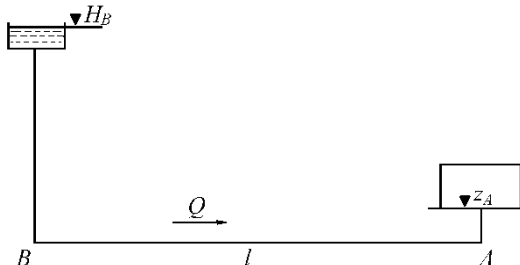

Рис. 2
3. Определить диаметр трубопровода для подачи 15 л/с воды от водонапорной башни B до предприятия A (рис. 2) при длине трубопровода $l = 1000$ м, отметке уровня воды в башне $H_B = 32$ м, геодезической отметке в конце трубопровода $z_A = 2$ м и свободном напоре $H_{св} \geq 12$ м, если трубы:
Перепад уровней в пьезометрах до сужения ($D_1 = 0,1 \text{ м}$) и в узкой горловине ($D_2 = 0,05 \text{ м}$) в трубе круглого сечения, в которой установлен водомер Вентури, составляет $0,4 \text{ м}$. Ускорение свободного падения принять равным 10 м/с^2 , $\pi = 3,14$. При входе в узкую горловину водомера, приведенного на рис. 2,
Перепад уровней в пьезометрах до сужения ($D_1 = 0,1$ м) и в узкой горловине ($D_2 = 0,05$ м) в трубе круглого сечения, в которой установлен водомер Вентури, составляет 0,4 м. Ускорение свободного падения принять равным 10 м/с^2 , $\pi = 3,14$. На рис. 2 постепенное расширение называется...